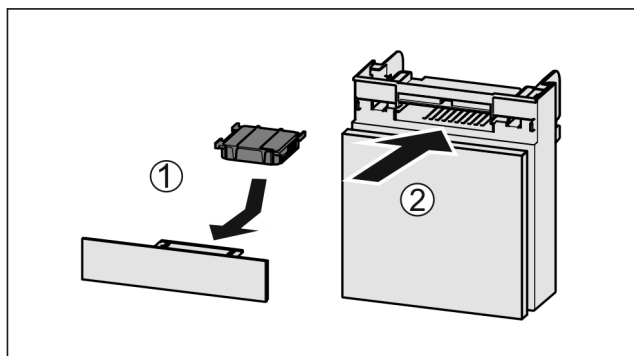

Fig. 78
- Inserire il vano Fig. 78 (2).